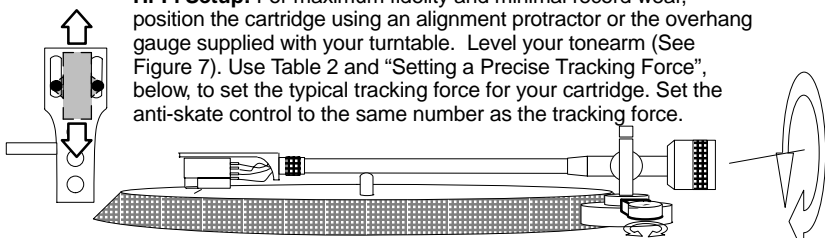
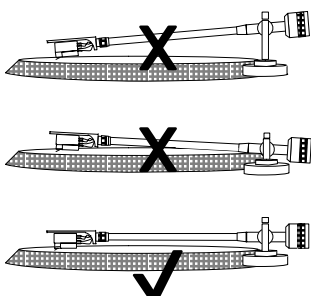

Figure 4
Figure 7. Level Tonearm
Hi-Fi Setup: For maximum fidelity and minimal record wear, position the cartridge using an alignment protractor or the overhang gauge supplied with your turntable. Level your tonearm (See Figure 7). Use Table 2 and "Setting a Precise Tracking Force", below, to set the typical tracking force for your cartridge. Set the anti-skate control to the same number as the tracking force.
•**Hi-Fi-Einrichtung (Abbildung 4):** Für höchste Klangtreue und minimalen Verschleiß der Schallplatte den Tonabnehmer mit einer Überhangmeßschablone oder einer Überhangjustierlehre (im Lieferumfang des Plattenspielers enthalten) platzieren. Den Tonarm nivellieren (siehe Abbildung 7). Die für den Tonabnehmer übliche Auflagekraft anhand von Tabelle 2 und „Einstellung einer genauen Auflagekraft“ weiter unten einstellen. Den Antiskating-Regler auf den gleichen Wert wie die Auflagekraft einstellen.
Nivellierung des Tonarms: Siehe Abbildung 7.
•**Configuration Hi-Fi (figure 4) :** Pour maximiser la fidélité et minimiser l'usure des disques, positionner la cellule à l'aide du rapporteur d'alignement ou de la jauge de dépassement fourni(e) avec la platine. Mettre le bras de lecture à niveau (voir figure 7). Se reporter au tableau 2 et à la rubrique « Réglage d'une force d'appui précise » ci-dessous pour régler la force d'appui type de la cellule. Régler l'antiskating à la même valeur que la force d'appui.
Mise à niveau du bras de lecture : Voir figure 7.